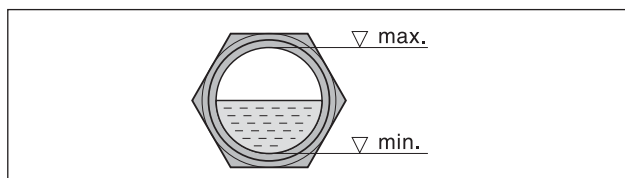

Fig. 4 Nivel de aceite en la mirilla de aceite
- Tras una eventual corrección del sentido de giro, poner el motor de nuevo en marcha y apagarlo después de 2 minutos para reponer aceite hasta el borde superior de la mirilla (Fig. 4/I). Ir reponiendo aceite por la boca de llenado (Fig. 2/H) hasta que todas las tuberías de aceite estén completamente llenas. **¡AVISO!** La boca de llenado no debe abrirse de ninguna manera con la bomba funcionando.